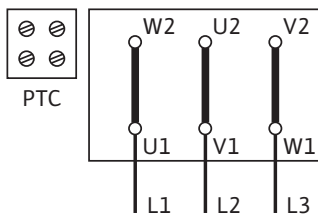

Fig. 45: Y-Δ-start (standard)
Anslutningsschemat för elanslutningen finns på insidan av kopplingsboxen (se även Fig. 45/46).
- Nätanslutningen till uttagsplinten är beroende av motoreffekten P_2 , nätspänningen och tillslagstypen. Den nödvändiga kopplingen av byglingarna i kopplingsboxen beskrivs i listan "Tab. 4: Anslutningsplintarnas användning" på sidan 17 samt i Fig. 45/46.
Y-Δ-start (standard)	Ta bort byglingar (Fig. 45)